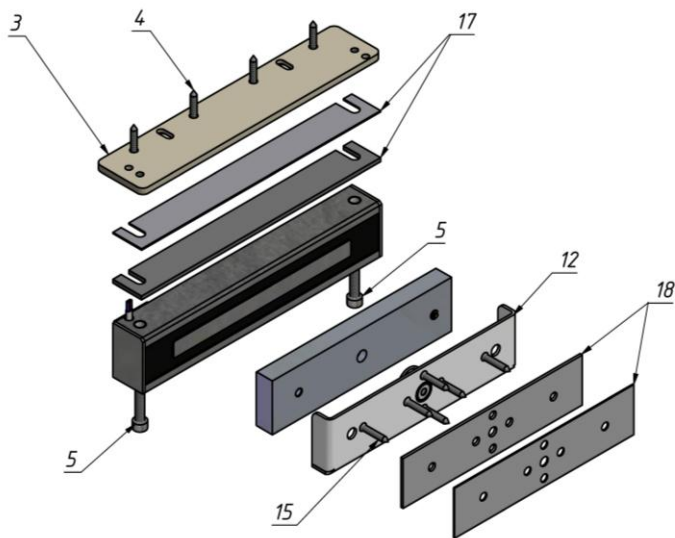

Рисунок 10- Регулировка положения корпуса и якоря с помощью пластин
- комплект регулировочных пластин для корпуса 400FB-DP (17) (толщина 1мм - 2 шт. и 2 мм -2 шт. (рисунок 10);
- комплект регулировочных пластин 400P-1 (18) (толщина 1мм - 2 шт. и 2 мм -2 шт. (рисунок 10);
5.7 Для обеспечения эксплуатационных параметров замка якорь при закрывании двери должен плотно прилегать к рабочей поверхности корпусной части. Регулировка положения корпуса замка достигается смещением корпуса вдоль регулировочных пазов пластины 3, а также применением поставляемого по отдельному заказу комплекта регулировочных пластин 17, толщиной 1 или 2 мм, устанавливаемых между пластиной 3 и дверной коробкой после ослабления винтов 5 (рисунок 10). Окончательное крепление корпуса с пластиной выполняется саморезами (4).
5.8 При использовании **комплекта крепления якоря 400P** предварительная регулировка положения якоря для обеспечения совмещения рабочих поверхностей якоря и корпуса выполняется с помощью поставляемого по отдельному заказу комплекта регулировочных пластин 18, толщиной 1 или 2 мм, устанавливаемых между пластиной крепления якоря 12 и дверным полотном (рисунок 10). Возможна точная регулировка положения якоря винтом 14 в пределах 1-2 мм. Окончательное крепление пластины 12 к двери выполняется саморезами 15.